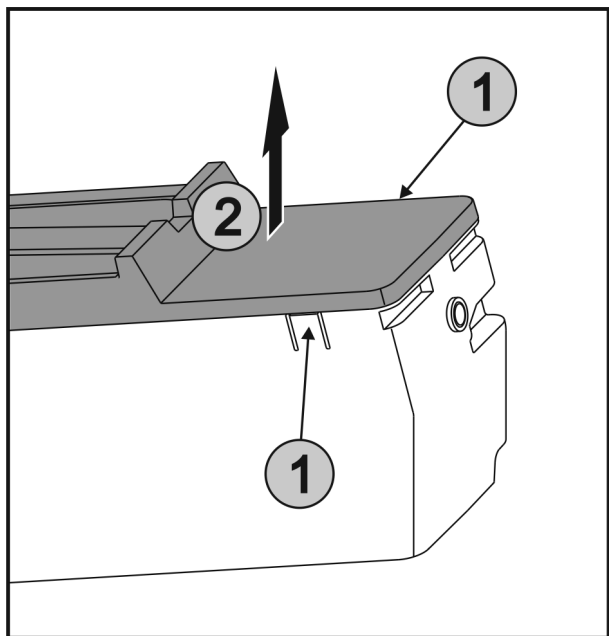

Fig. 81
- ▶ Premere contemporaneamente le linguette Fig. 81 (1) su entrambi i lati di EasyTwist-Ice e rimuovere la copertura sollevandola verso l'alto Fig. 81 (2).